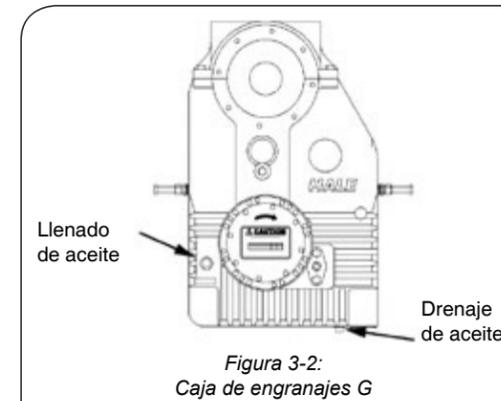

Figura 3-2: Caja de engranajes G
1. Quite el tapón de llenado de aceite de la caja de engranajes y compruebe el nivel del aceite de la misma. El nivel debe llegar hasta el orificio del tapón. Figura 3-2.